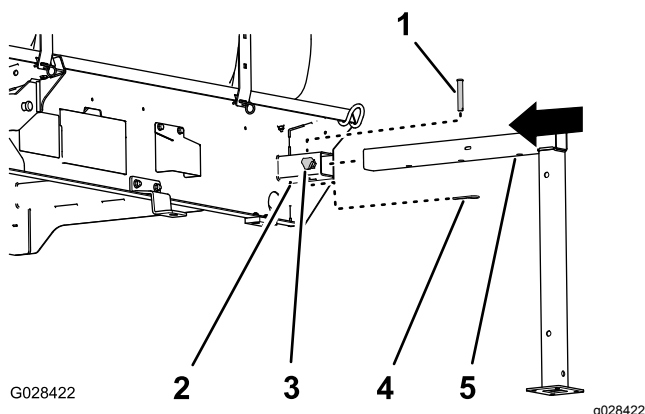

Figura 130
- Allineate il cavalletto anteriore con la sede per il cavalletto nella parte anteriore del serbatoio (Figura 130).
- Inserite il cavalletto nella sede apposita fino a che il foro centrale nel tubo orizzontale del cavalletto si allinea con il foro nella parte alta della sede apposita (Figura 130).
- Avvitare una manopola di bloccaggio nel ricevitore e serrate la manopola manualmente (Figura 130).